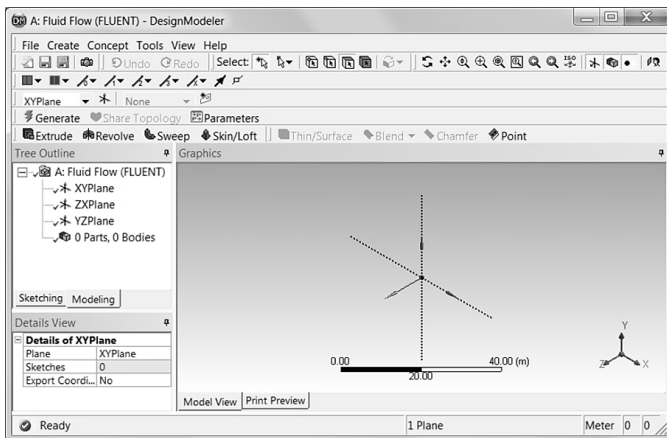

Рис. 1.8
- 1) Открывшееся окно программы Design Modeler имеет вид, рис. 1.8.